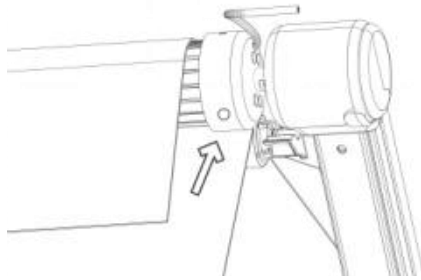
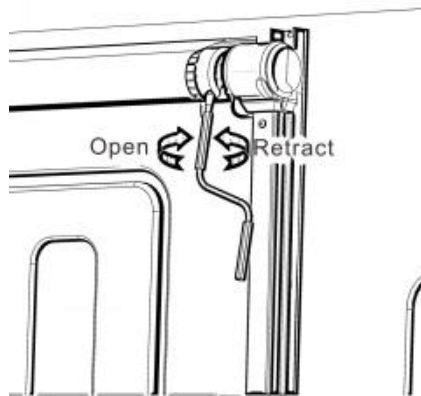

Figure D6
Figure D7
4.4 Am Markisenmotor ist eine Öffnung für einen manuellen Joystick vorgesehen. (Abbildung D6) . Im Falle eines Stromausfalls oder einer Störung die Zierkappe an der Endabdeckung entfernen, die Notkurbel einsetzen und drehen, um die Markise aus- oder einzufahren . (Abbildung D7)